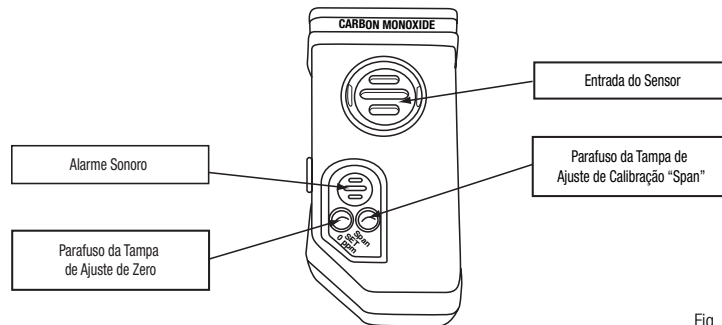

Fig. 4
2. Retire o parafuso da tampa do ajuste de zero (Fig. 4).
2. Retire o parafuso da tampa do ajuste de calibração “span” (Fig. 4).